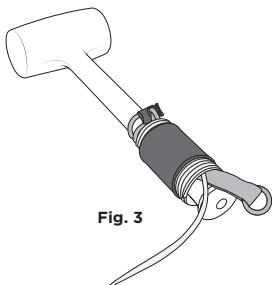

Fig. 3
4. Position the Cold Shrink Tool Trap™ over the tool and tail leaving the choked portion of the tail exposed above the Shrink. Ensure the entire face of the rubber shrink is over tool [fig 3].
4. Coloque el Tool Trap™ retráctil en frío sobre la herramienta y el cable dejando expuesta la parte anudada del cable sobre el enganche retráctil. Asegúrese de que toda la superficie del enganche retráctil de goma esté sobre la herramienta [fig. 3].